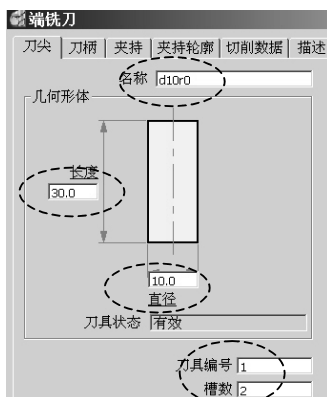
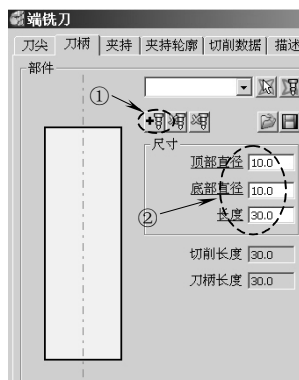
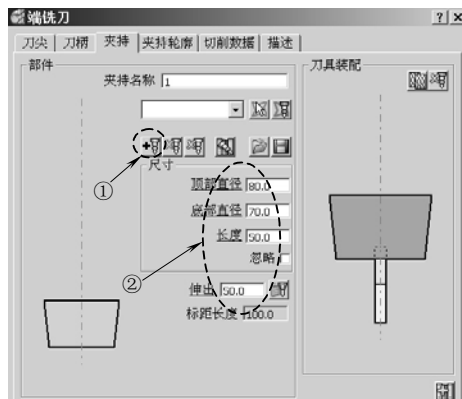

图 6-75 刀尖参数
图 6-76 刀柄参数
图 6-77 夹持参数
2) 创建刀具: 在 PowerMILL 资源管理器中, 右击“刀具”树枝, 在弹出的快捷菜单条中选择“产生刀具”→“端铣刀”, 打开“端铣刀”表格。在“刀尖”选项卡按图 6-75 所示设置刀尖参数; 单击“刀柄”选项卡, 按图 6-76 所示设置刀柄参数; 单击夹持选项卡, 按图 6-77 所示设置夹持参数。